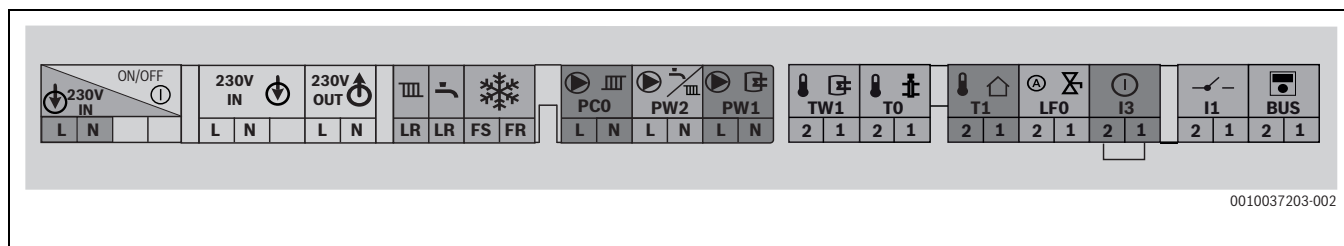

Fig. 44 Regletă pentru accesorii externe
- Racordați cablul la regleta pentru accesorii externe (→ Fig. 44).